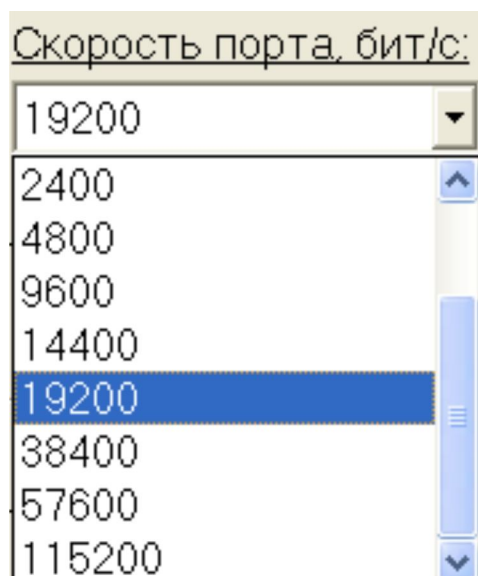

Рисунок 14 - Выбор скорости асинхронного канала
8.5.2.2 **«Скорость порта, бит/с»** - выбирается необходимая для работы скорость из выпадающего списка (см. Рисунок 14).